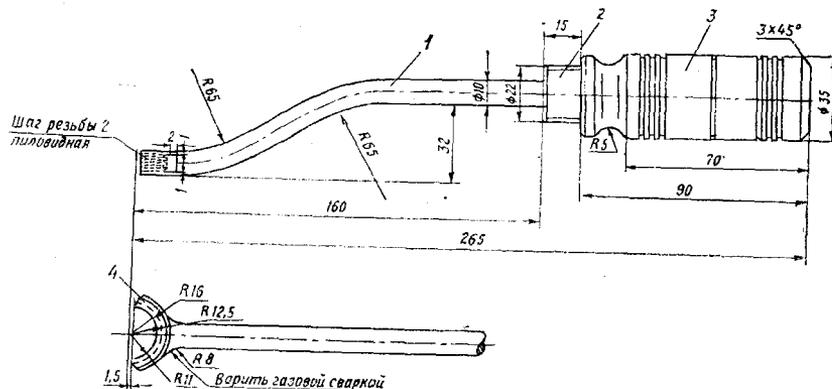

Рис. 22. Приспособление для очистки штоков клапанов выпуска:
23. Введите в окно выпуска приспособление для очистки штока клапана (скребок) (рис. 22). Плотно прижмите приспособление ножами к штоку клапана и вращательно-поступательным движением клапана с помощью второго приспособления с цапговым зажимом очистите шток от нагарообразований.